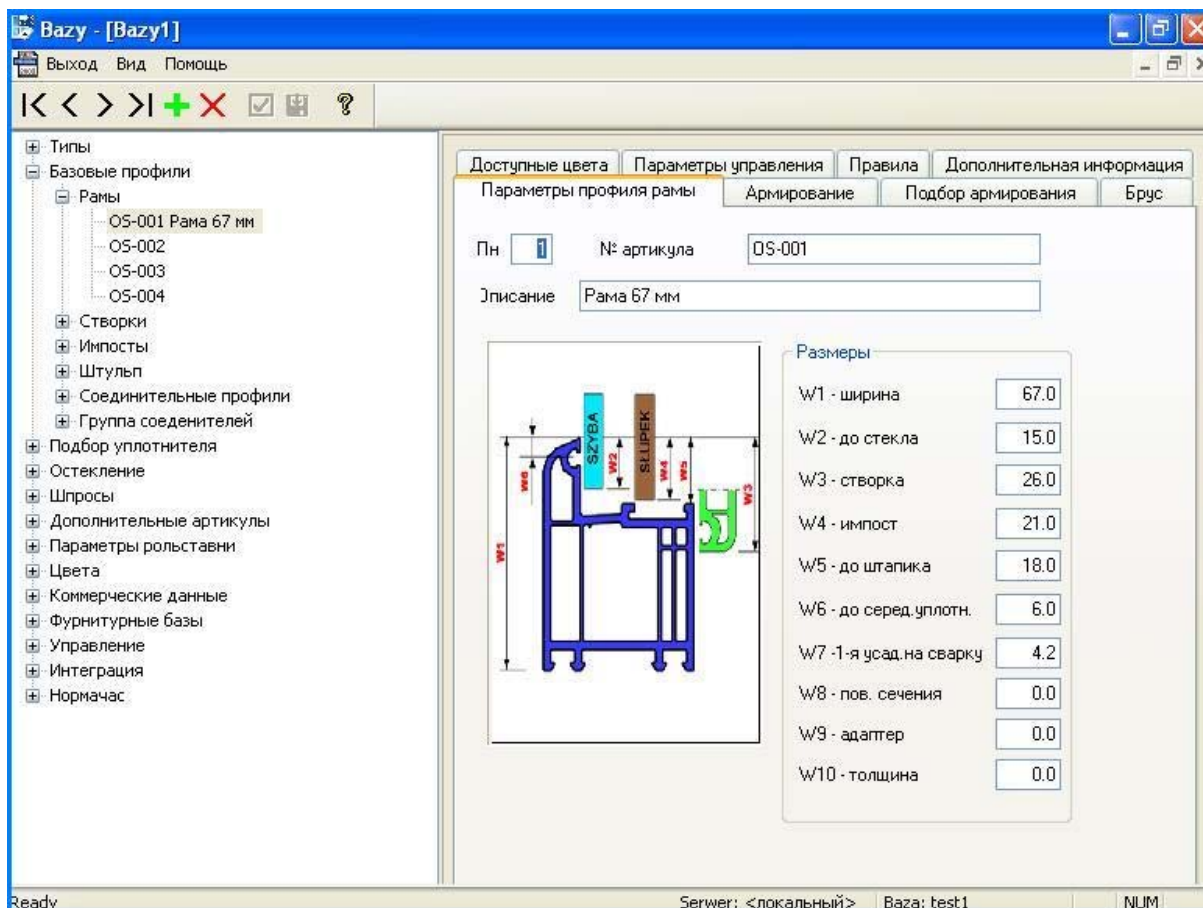

Рисунок 110. Параметры профилей рамы
- Закладка **Параметры профилей рамы** (рис. 110).